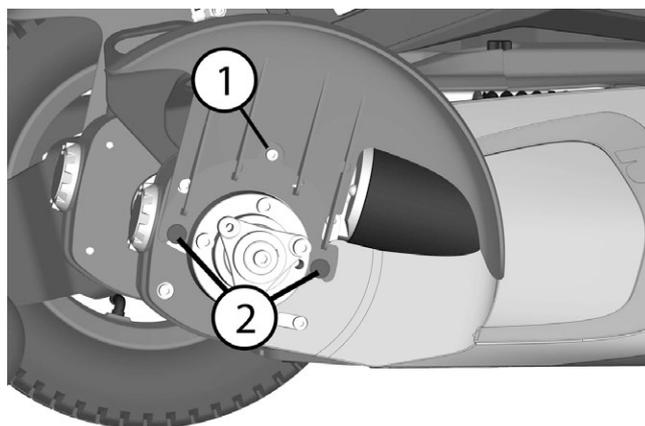

Abbildung 11. Der Kotflügel ist mit einer Schraube (1) und unten mit zwei Befestigungspunkten (2) montiert.
Die Abbildung 11 zeigt den Rollstuhl ohne Antriebsräder, damit der Kotflügel besser zu sehen ist. Das Antriebsrad muss für diese Arbeit nicht abmontiert werden.
2. Drehen Sie das jeweilige Antriebsrad, um an die Schraube (1) zu gelangen, die den Kotflügel hält. Siehe Abbildung.11.